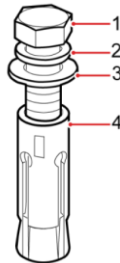

Figura 2-11 Parafusos de expansão
- 3) Use uma broca de martelo para fazer furos nas marcas de furo de montagem e, em seguida, instale os parafusos de expansão 10 M10 nos furos. A Figura 2-11 mostra um parafuso de expansão.
A posição de instalação do módulo de alimentação é mostrada na Figura 2-11. Por favor, instale os módulos de energia de baixo para cima para evitar a inclinação do gabinete devido ao alto centro de gravidade. As etapas de instalação do módulo de alimentação são as seguintes (tome o gabinete de 10 slots como exemplo):